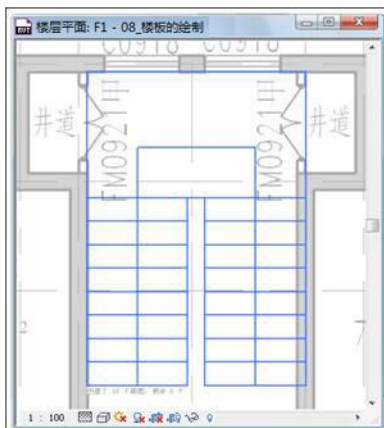

图 3-32
- 框选刚刚绘制的所有楼梯草图，单击“移动”工具，将楼梯向上移动，将上部休息平台位置与上部内墙面对齐，左侧边界线与左侧墙面对齐（如图 3-32 所示）。